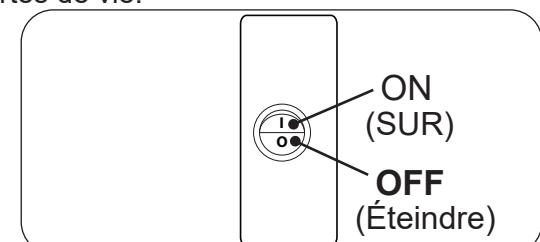

Fig. 32-1 Boîte de commutation, ON/OFF
1. Repérez l'interrupteur ON/OFF sur le devant de la boîte de commutation. Appuyez sur l'interrupteur en position OFF (O). Voir Fig. 32-1.